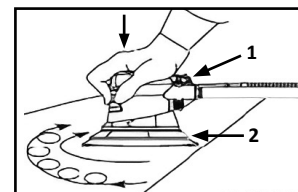

Fig. 5
3. Appuyez sur la gâchette (1) et déplacez la ponceuse pneumatique (2) dans un mouvement oscillant pour produire une finition plus lisse sur la pièce. (Fig. 5)